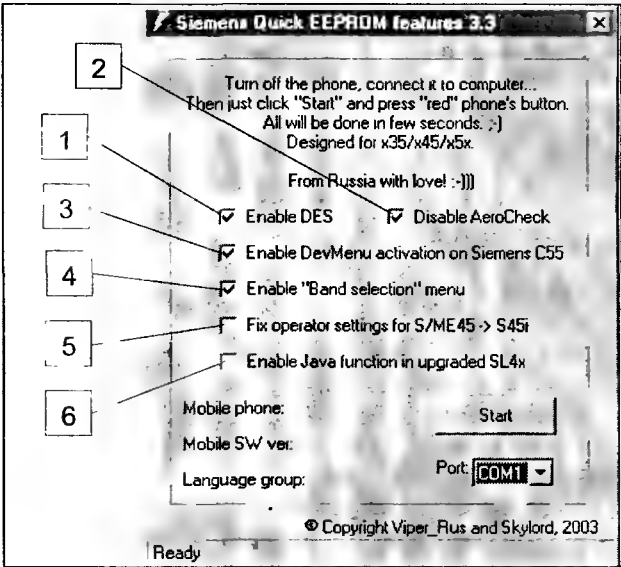

Рис. 3.29
Программа выполняет некоторые функции V KLAY, но имеет значительно меньшие возможности. Ее окно показано на рис. 3.29.
- включение алгоритма шифрования речи (1 на рис. 3.29);
- коммутация режима подтверждения включения (2);
- активация дополнительных возможностей (3) пользовательского интерфейса (только для модели C55);
- ручное переключение поддиапазонов (4);
- снятие операторских настроек телефонов моделей S/ME45 и их установка, как для S45 (5);
- включение функции Java на модернизированных моделях телефонов SL42/45 (6).